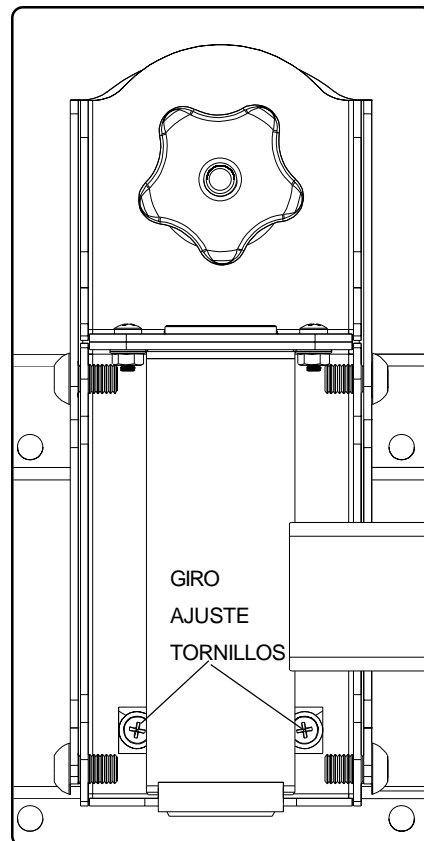

fig 9.1
- 9-1** Si se hace difícil girar la pantalla de plasma, afloje los tornillos que se muestran en la ilustración 9.1 usando un destornillador phillips.